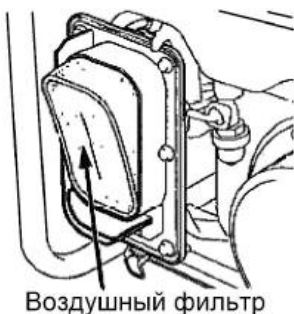

Рис. 15 Воздушный фильтр
2. Извлеките воздушный фильтр (Рис. 15).